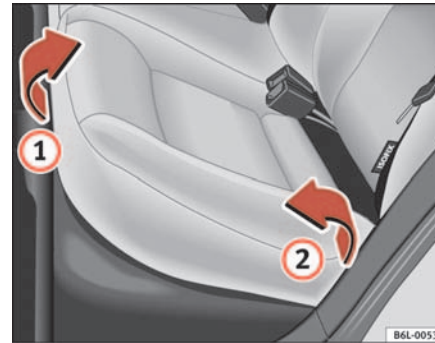
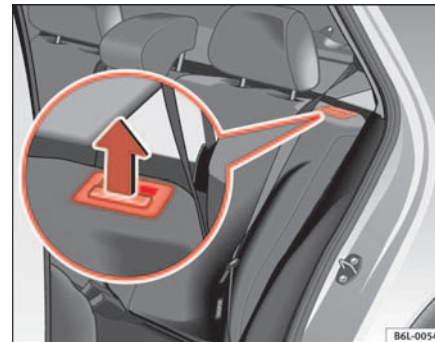

Abb. 76 Sitzpolster der Sitzbank vorklappen
Abb. 77 Entriegelungstaste für die Rücksitzlehne
- Ziehen Sie das Sitzpolster an der Vorderkante ⇒ Seite 114, Abb. 76 ① in Pfeilrichtung nach oben.
- Klappen Sie das Sitzpolster ② in Pfeilrichtung nach vorne.
- Ziehen Sie die Entriegelungstaste ⇒ Seite 114, Abb. 77 in Pfeilrichtung und klappen Sie die Sitzlehne nach vorne.